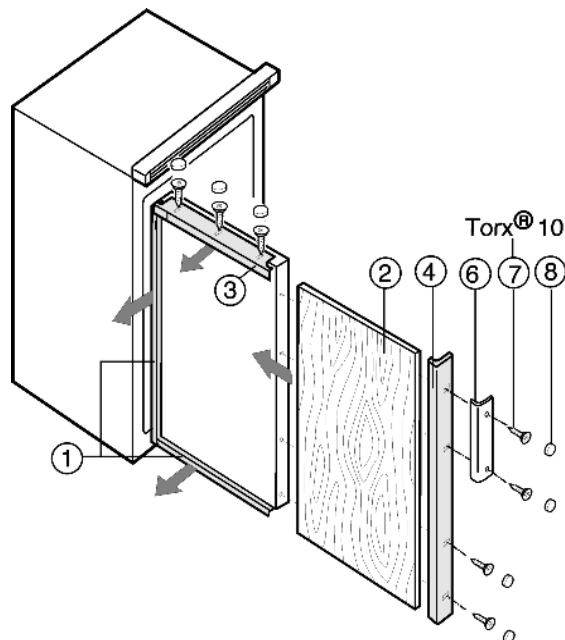

Fig. 10
- Dévisser Fig. 10 (4) les cadres d'habillage côté poignées.
- Desserrer les vis sur les autres cadres d'habillage Fig. 10 (1, 3) et glisser les cadres vers l'avant.
- Insérer le panneau décor Fig. 10 (2).
- Repousser Fig. 10 (1, 3) et revisser les cadres d'habillage.
- Visser le panneau décor Fig. 10 (4) avec la poignée Fig. 10 (6) et les vis Fig. 10 (7).
- Placer les cache-vis Fig. 10 (8) sur toutes les têtes des vis.